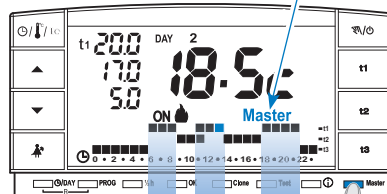

fig. 88
- durant les périodes où le programme (profil) présente le niveau de température **confort (t1)** la thermorégulation n'est plus gérée par Master (qui continue à gérer sa zone de couplage) mais par les transmetteurs couplés à chacune des zones. L'inscription **Master** reste toutefois affichée sur l'écran: (fig. 88).